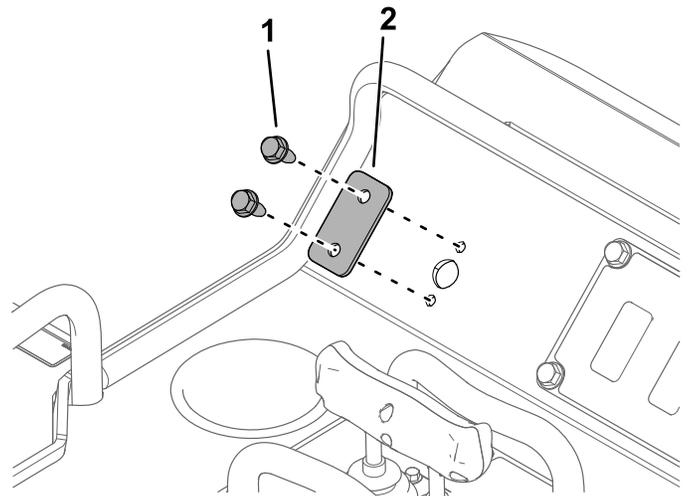

Figure 2
1. Retirez les 2 vis autotaraudeuses et la plaque du panneau de commande (Figure 2). Mettez la plaque au rebut.